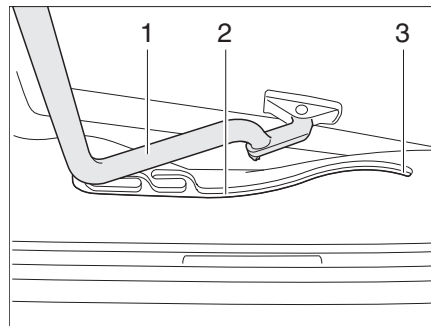

Figura 23 Claraboya inclinable, guía
- Tirar la horquilla (Figura 23,1) en las guías (Figura 23,2) hasta la posición trasera final (Figura 23,3).
- Empujar el estribo (Figura 23,1) ligeramente hacia arriba con ambas manos.
- Tirar el estribo en las guías (Figura 23,2) hasta la posición deseada.